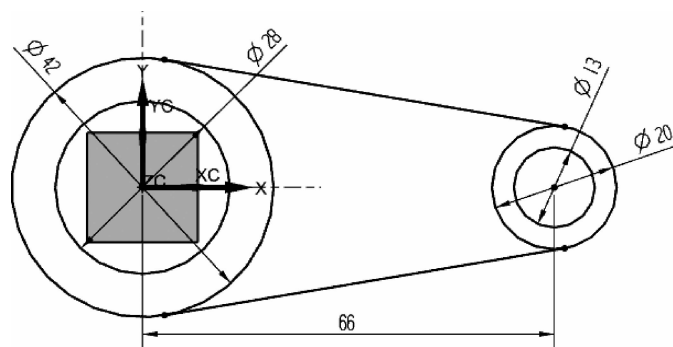

图 2-35 绘制切线并设置约束
(5)绘制切线。在“草图”工具条中单击  图标,分别绘制两条直线并进行相切约束,如图 2-35 所示。